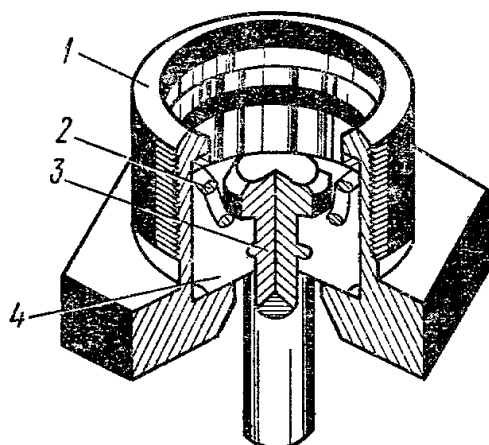

Рис. 13. Вентиль спускной:
4.7.5. Вентиль спускной (рис.13) устанавливается в воздушном баллоне прицепа и предназначен для слива конденсата из баллона. Для слива конденсата нажмите на шток 3. При отпуске спускной вентиль автоматически герметизируется.